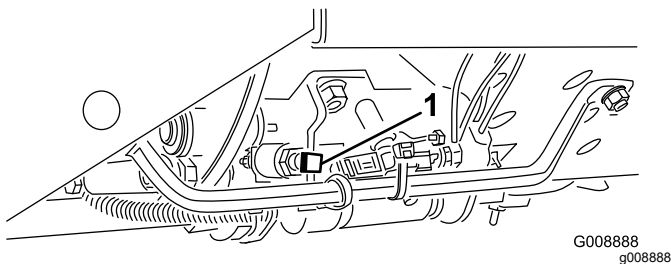

Рисунок 23
**Внимание:** Скорость скашивания устанавливается на заводе-изготовителе и составляет 9,7 км/ч. Ее можно увеличить или уменьшить, отрегулировав стопорный винт скорости (Рисунок 23).